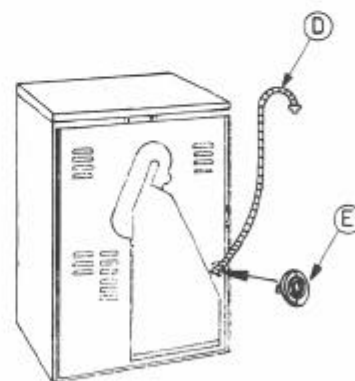

Fig. 4
- 7) faire passer le tuyau (D fig. 4) dans le trou de la paroi postérieure;
- 9) appliquer les 2 demi-anneaux (E) tout autour du tuyau de vidange (voir fig. 4);
- 10) connecter le tuyau à spirale (D fig. 4) avec la vidange.